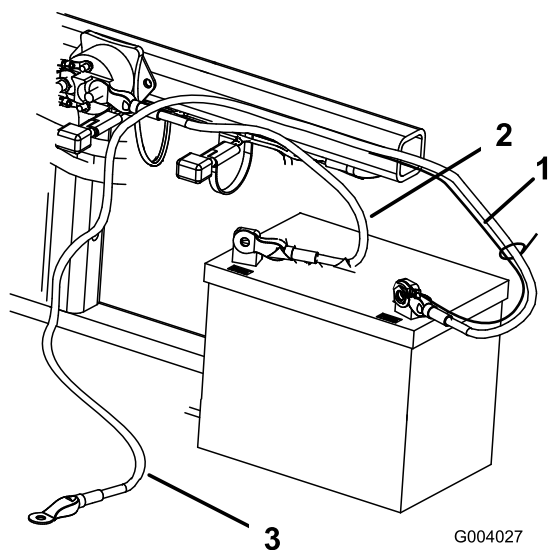

Figura 5
2. Fissate il cavo positivo (rosso) al morsetto positivo (+) con un bullone (1/4 x 5/8 poll.) e un dado di bloccaggio (Figura 5).
3. Fissate il cavetto nero e il cavo negativo (nero) al morsetto negativo (-) della batteria con un bullone (1/4 x 1/8 poll.) e un dado di bloccaggio (5/4 poll.) (Figura 5).